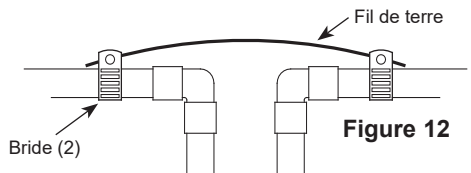

Figure 12
**IMPORTANT :** Vous pouvez utiliser un tuyau d'eau froide galvanisé ou en cuivre pour mettre à la terre les prises électriques de votre domicile. **La mise à la terre vous protège des chocs électriques.** L'adoucisseur d'eau peut interrompre ce trajet de mise à la terre. Pour restaurer la connexion, installez à travers un fil de cuivre de calibre 6 d'une longueur de 12 po (31 cm) et fixez-le solidement à l'aide de brides de mise à la terre en bronze de 1/2 à 1 po homologuées UL aux deux extrémités comme illustré (Figure 12). Il ne faut pas utiliser des brides en zinc sur une plomberie en cuivre. Vous pouvez vous procurer le fil et les brides dans votre quincaillerie locale.